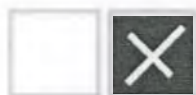

Рисунок 3.65 – Сохранение журнала
1. Дождитесь появления сообщения «Вставьте носитель» (Рисунок 3.65, а) установите съемный носитель или CD/DVD-диск.